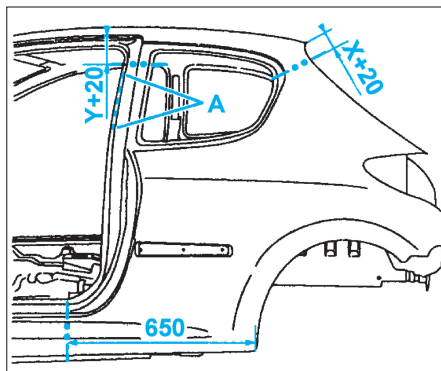

FIG. 106
- Tracer puis découper l'aile à l'aide d'une meule épaisseur 1 mm (coupe provisoire) (Fig.106).
- Appliquer une colle de calage structurale suivant (B).
- par points bouchons au MIG suivant (A) et meuler (Fig.106),